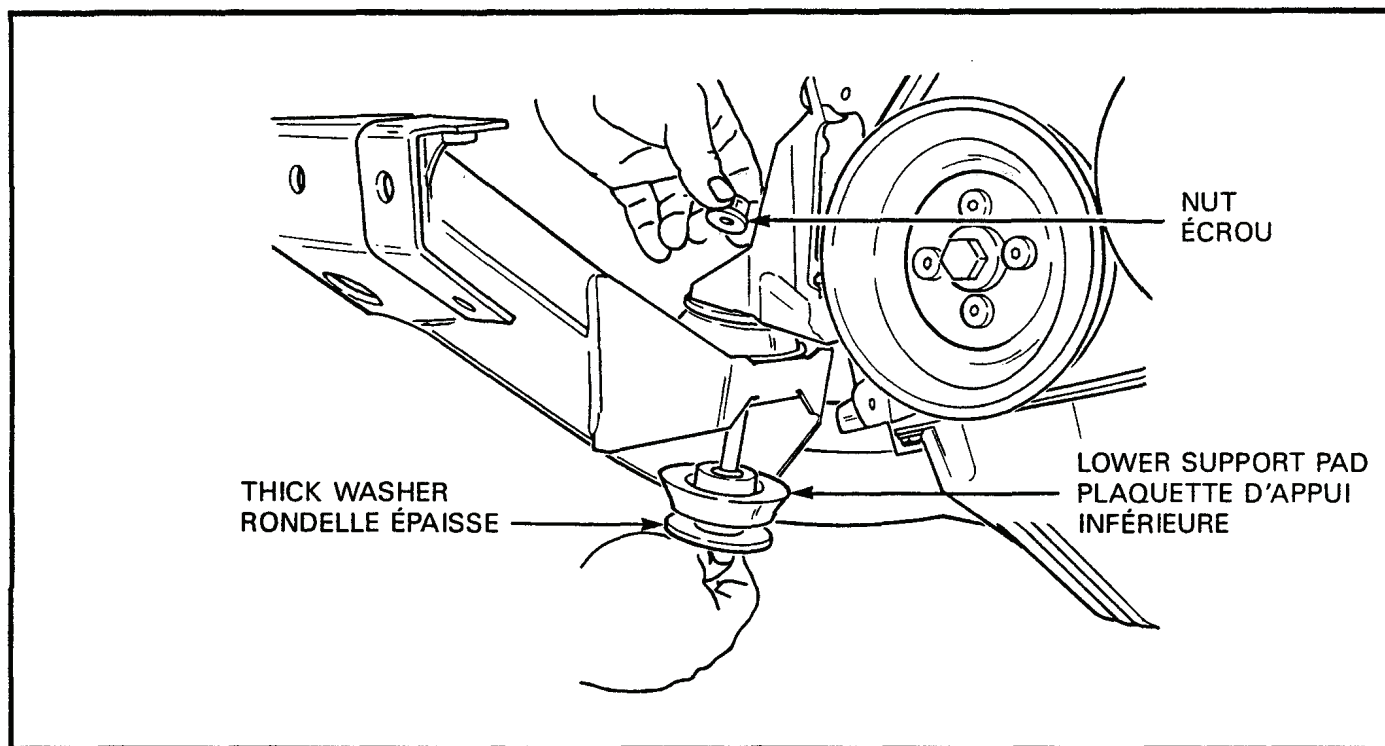

Figure 2-6-4 Engine Mounting Bolts and Components
- (6) Remove the bolt, nut and washer from the clutch housing, below the starter.
- q. Remove the two engine mounting bolts, nuts, thick washers, lower support pads and washers, see Figure 2-6-4.
- (6) Enlever le boulon, l'écrou et la rondelle du carter d'embrayage, en-dessous du démarreur.
- q. Enlever les deux boulons de fixation du moteur, écrous, rondelles épaisses, plaquettes d'appui inférieures et rondelles, voir figure 2-6-4.